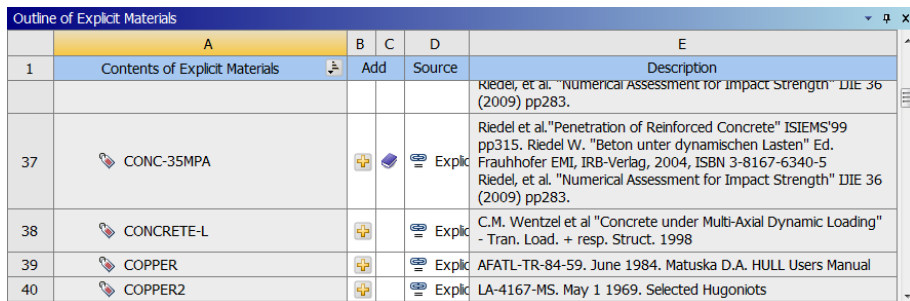

图 15-4 Explicit Material 概览窗口
3) 单击 Engineering Data Sources 窗口中的“Explicit Materials”, 此时 Outline 窗口将显示为 Outline of Explicit Material, 如图 15-4 所示。